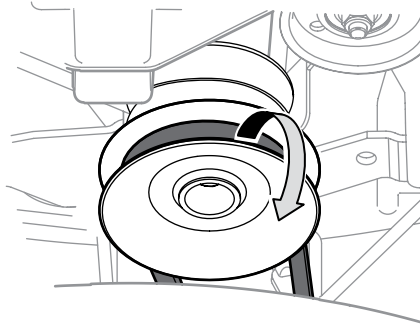

Figura 4-9
- Extraiga la correa de alrededor de la polea de la PTO del tractor. Consulte la Figura 4-9.
- Extraiga la correa de la plataforma de alrededor de la polea de transmisión de la PTO del tractor cortacésped como se indica en la Figura 4-9. Simplemente deje rodar un lado de la correa para que salga de la polea y luego debe seguir sacándola todo alrededor de la polea hasta que se sale de la polea.
- Pase la correa de la plataforma a través de la varilla del guardacorrea y colóquela alrededor y sobre la polea de transmisión de la PTO, como se indica en la Figura 4-9.